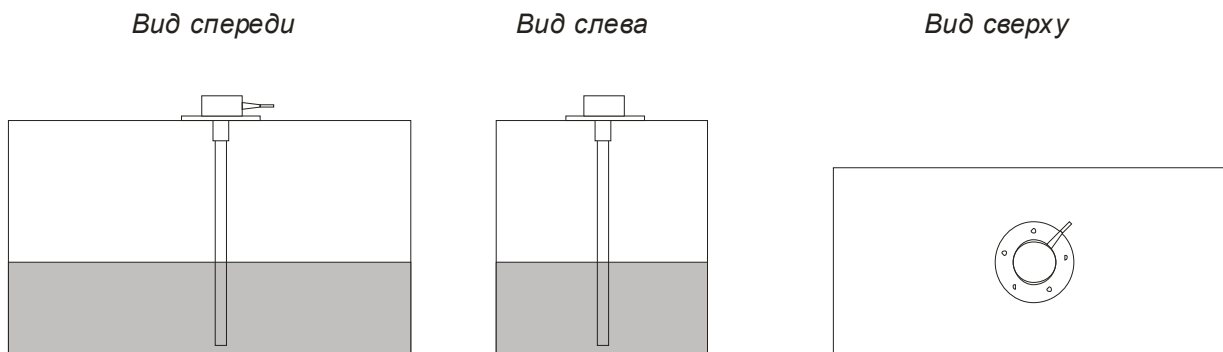

Рис.6
- 2) В случаях, когда невозможно обеспечить установку датчика по центру топливного бака, место установки необходимо максимально приблизить к указанным на (Рис.6; 7; 8).
- 2) На рабочей длине датчика L отмерить линейкой длину $L1$ равную глубине бака минус 10-15мм. Рис.6.